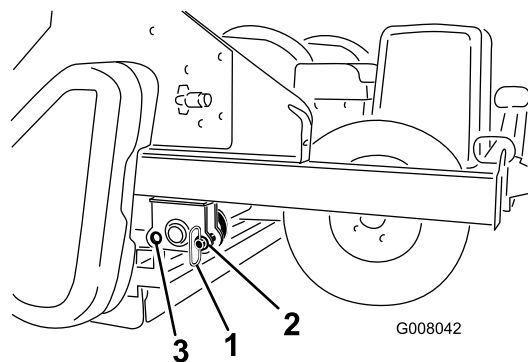

Figura 16
1. Togliete i perni di rimessaggio dalla posizione del foro posteriore (Figura 16).
2. Abbassate lentamente il processore finché non appoggia sul rullo posteriore e sui pneumatici. Installate i perni di rimessaggio nella posizione del foro anteriore (Figura 16).